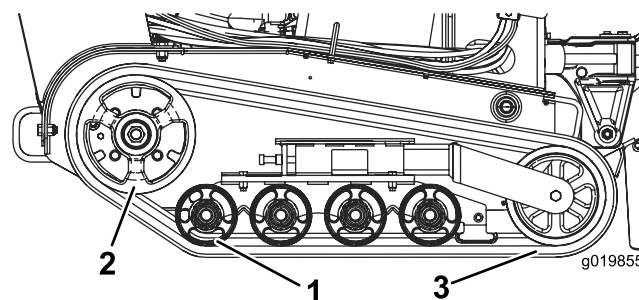

Bild 44
Wichtig: Reinigen Sie die Räder und das Antriebsrad (Bild 44).
8. Legen Sie die neue Kette, beginnend am Antriebsrad, um das Antriebsrad und stellen Sie sicher, dass die Stollen an der Kette zwischen die Distanzstücke auf dem Antriebsrad passen (Bild 44).
9. Drücken Sie die Kette unter und zwischen das hintere und mittlere Straßenrad (Bild 44).